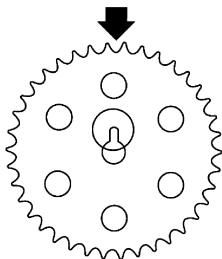

图 7-29 对齐排气凸轮轴标志
• 专用工具 (ST): 18252AA000, 曲轴套筒。
4) 使用专用工具 (ST), 如图 7-29 所示, 将排气凸轮轴链轮上的键槽对准 12 点钟的位置。